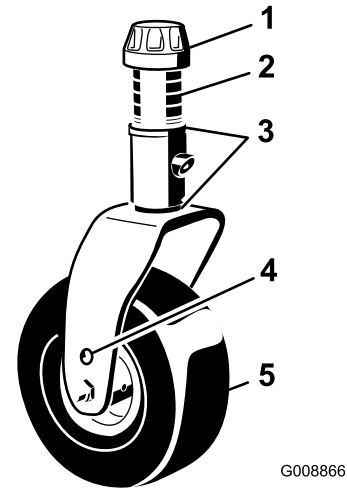

Figura 32
3. Ajuste os calços de 3 mm na(s) forquilha(s) da roda giratória de forma que coincidam com altura de corte fixada no autocolante (Figura 32); consulte Ajustar a altura de corte \(página 29\).